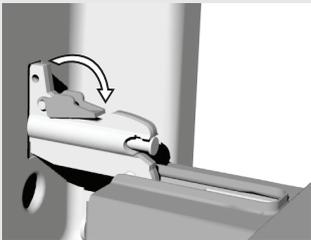

Figure 2
- Si l'appareil est équipé du système de fermeture amortie, faites pivoter les petits leviers vers l'arrière, à 90 degrés (figure 2).